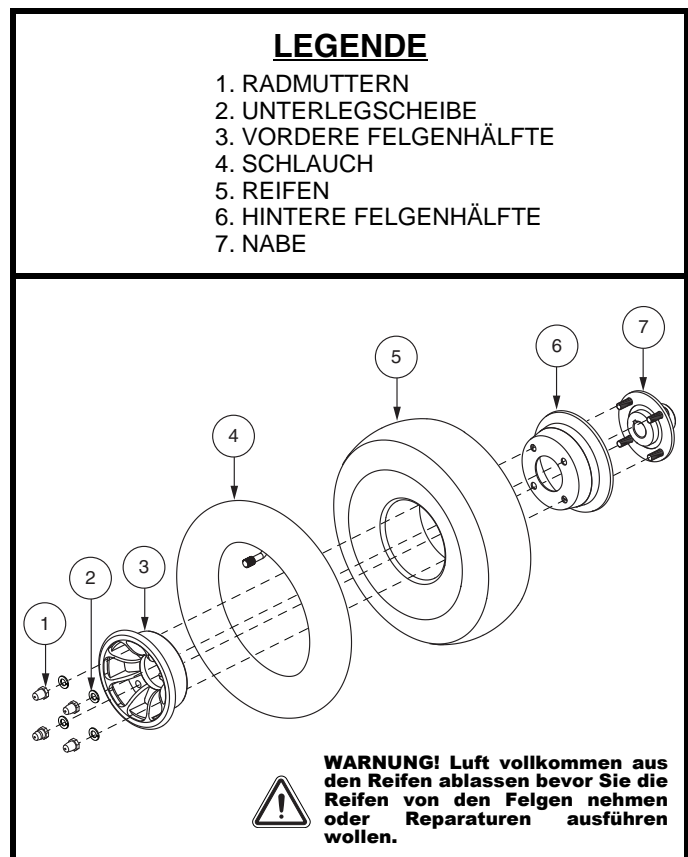

Abb. 25. Luftreifen anbringen/abnehmen
6. Entfernen Sie die Radmutter und Unterlegscheiben und trennen die beiden Felgenhälften voneinander. **Siehe Abb. 25.**
7. Entfernen Sie den alten Schlauch aus dem Reifen und ersetzen ihn durch einen neuen Schlauch. **Siehe Abb. 25.**